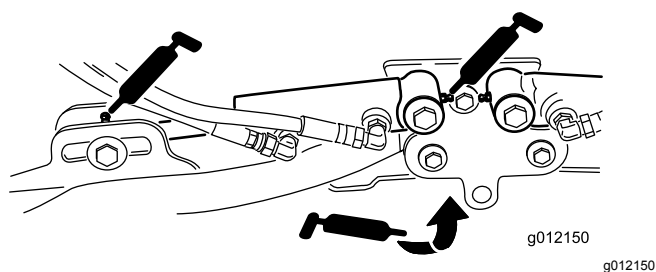

Figura 73
- Cilindros do braço de elevação da unidade de corte (2 cada) (Figura 73)